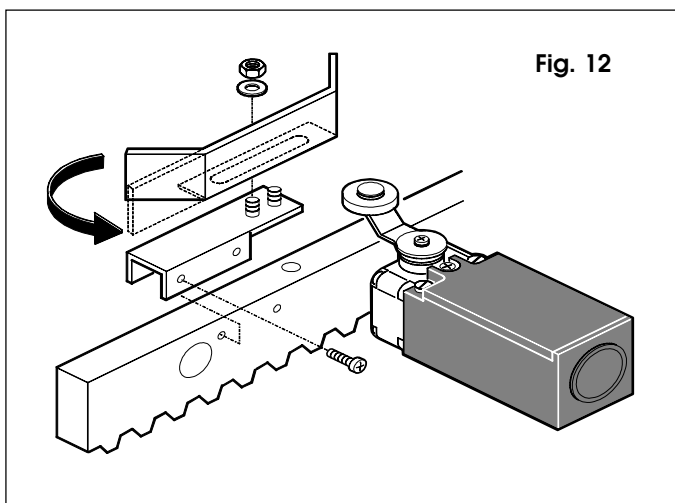

Fig. 12
- 8) Una volta programmato il tempo di rallentamento e/o di frenata (vedi istruzioni apparecchiatura 748D), potrebbe rendersi necessario correggere leggermente la posizione dei lamierini, nel caso in cui i punti di arresto non siano quelli desiderati. Se si effettua questa operazione è assolutamente necessario verificare che il cancello non si arresti mai a meno di 2 cm dai finecorsa meccanici e che la rotella del finecorsa elettromeccanico sia almeno a 2 cm dal termine della zona rettilinea del lamierino; agire eventualmente sul tempo di rallentamento e/o raddrizzare la parte sagomata finale del lamierino stesso (vedi fig. 12).